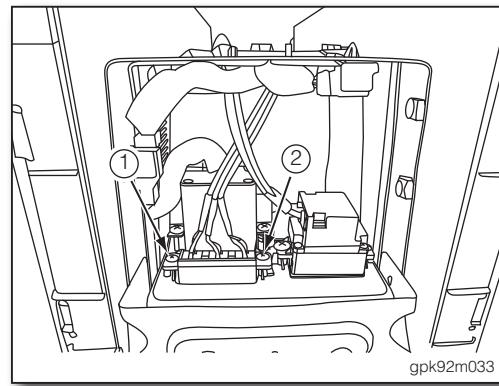

图 5
4. 由中央扶手后方, 拆下 AV 影音接头 (AUX1) 的固定螺丝①、②(如图 5)。